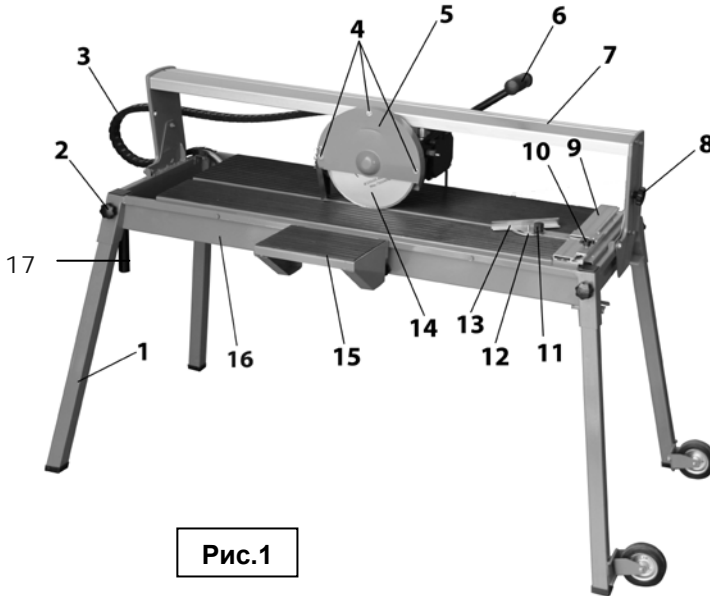

Рис.1
ОПИСАНИЕ УСТРОЙСТВА (Рис.1)
1. Установите емкость для воды (16, Рис.1) в основание. Зафиксируйте его положение винтами.
2. Установите насос в посадочное место внутри емкости для воды (16, Рис.1). Слегка нажмите на корпус насоса до щелчка. Щелчок указывает на фиксацию насоса.
Установка рейки угла скоса (Рис.1).
Прямолинейное резание (Рис.1).
4. Положите плитку на стол, плотно прижав ее к опорной планке (9, Рис.1) и рейке угла скоса (13, Рис.1). При надобности отрегулируйте рейку угла скоса.
6. Держась за ручку (6, Рис.1), перемещайте электродвигатель с режущим диском.